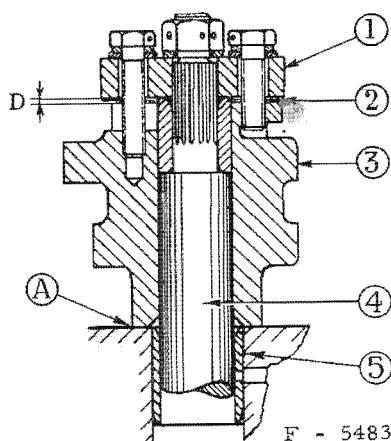

Fig. 1 - Cames de commande des pompes
Ce jeu est réglé par des cales entre les cames et le disque de réglage (D Fig. 1).
Sur les premiers moteurs DD66 utilisés sur DLD2, les cales étaient placées sous les cames en A - fig. 1.
Pour déterminer le nombre de cales à utiliser, mettre en place l'arbre de commande (4 - fig. 1.), les cames (3) - l'arbre à cames moteur étant enlevé.
Mesurer avec une jauge de profondeur la distance D (fig. 1) entre l'épaule de l'arbre de commande et la face supérieure des cames. Cette distance correspond à l'épaisseur des cales à utiliser.